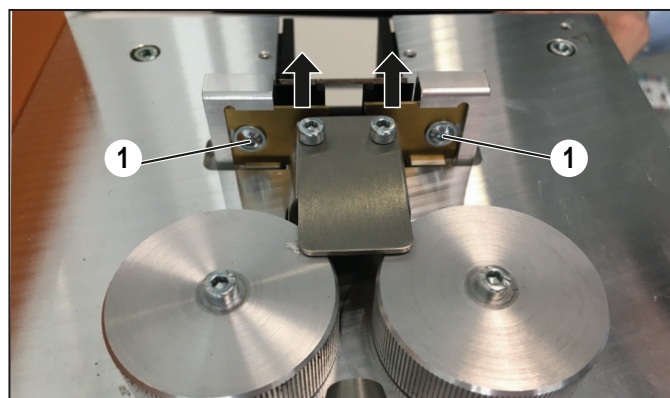

Figura 8.1 Coltello da taglio
- Allentare le viti di fissaggio (Figura 8.1, 1).
- Rimuovere entrambe le lame (Figura 8.1, 2) con una pinzetta.
- Riserrare le due viti di fissaggio (Figura 8.1, 1).